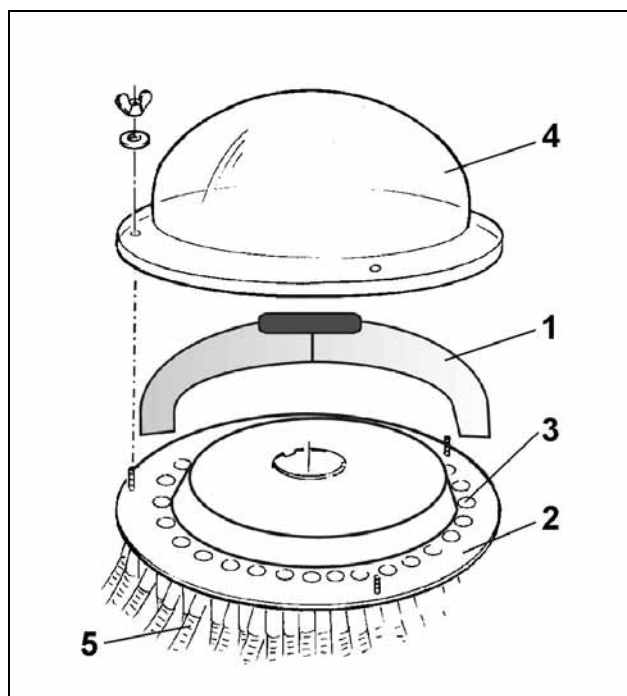
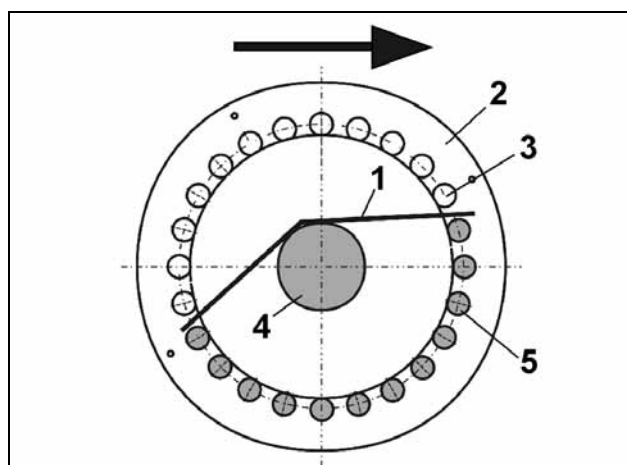

Fig. 70
Fig. 71
Con l'inserto (Fig. 70/1) per chiusura di metà degli scarichi nella testa di distribuzione, il flusso di seme viene distribuito alla metà di tutti gli scarichi (Fig. 70/3), e quindi alla metà di tutti i coltri. In questo modo, è così possibile a scelta interrompere l'alimentazione di seme verso i coltri sulla metà destra o sulla metà sinistra della macchina, e proseguire a seminare con l'altra metà.
- Smontare la calotta di distribuzione (Fig. 70/4)
- Sistemare l'inserto (Fig. 70/1 o Fig. 71/1) sulla piastra di distribuzione (Fig. 70/2 o Fig. 71/2) in modo che gli scarichi desiderati vengano chiusi dall'inserto.
- Guardando dall'alto (vedi Fig. 71), gli scarichi chiusi, non tratteggiati (Fig. 71/3), si trovano sul lato opposto al tubo ondulado (Fig. 71/4)
- aperti, tratteggiati (Fig. 71/5), si trovano sul lato rivolto verso il tubo ondulado (Fig. 71/4)
- Controllare in ogni caso sul percorso delle tubazioni flessibili della seme (Fig. 70/5) se l'inserto chiuda il flusso di seme verso i coltri desiderati.
- Contrassegnare la sede dell'inserto con un pennarello idoneo sulla piastra di distribuzione (Fig. 71/2), in modo da poter ritrovare rapidamente la posizione dell'inserto sulla piastra stessa per gli inserti successivi.
- Fissare la calotta di distribuzione (Fig. 70/4) sulla testa di distribuzione. Durante il fissaggio della calotta di distribuzione, l'inserto (Fig. 70/1) va bloccato.